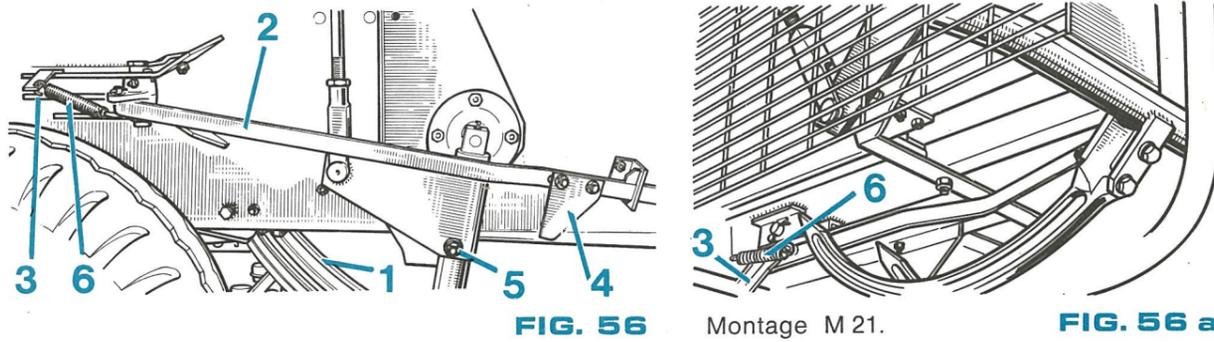

FIG. 56
REGLAGE DU VERROU DE SECURITE PISTON-AIGUILLES (fig. 56).
- Lorsque les aiguilles (1) sont au « point zéro », la pointe (3) du verrou doit être dégagée du flanc du canal de compression à une distance d'environ **15 mm**. On
agira donc sur la position du taquet (4). Pour la M 21, le verrou est disposé sous le canal (voir fig. 56 a).
FIG. 56 a